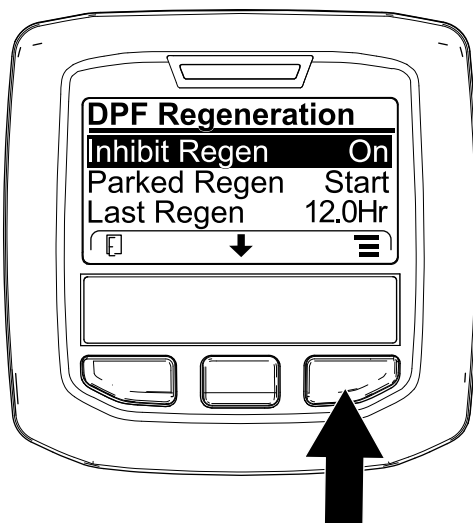

Figure 39
1. Ouvrez le menu Régénération du FAP, appuyez sur le bouton central pour naviguer jusqu'à l'option INHIBIT REGEN et appuyez sur le bouton droit pour la sélectionner (Figure 39).